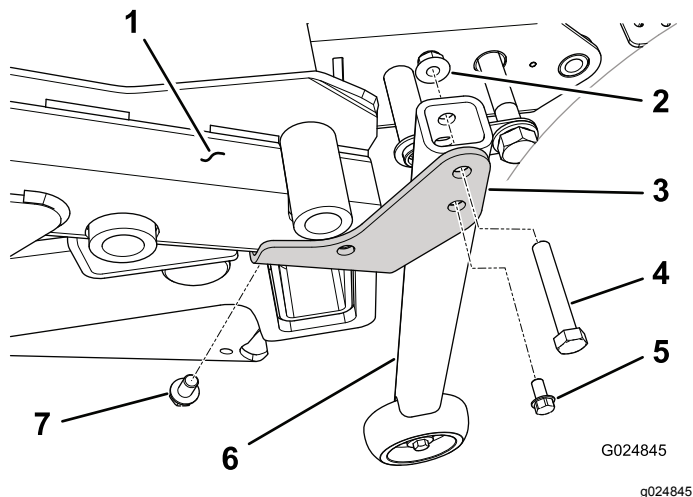

Figura 48
no lado inferior do canto traseiro adequado da estrutura da plataforma com um parafuso autorroscante de $\frac{3}{8}$ pol. x $\frac{5}{8}$ pol. (Figura 48).
4. Instale o conjunto do rolo em cada suporte de conversão com um parafuso ($\frac{3}{8}$ pol. x $2\frac{1}{4}$ pol.) e porca flangeada (Figura 48).